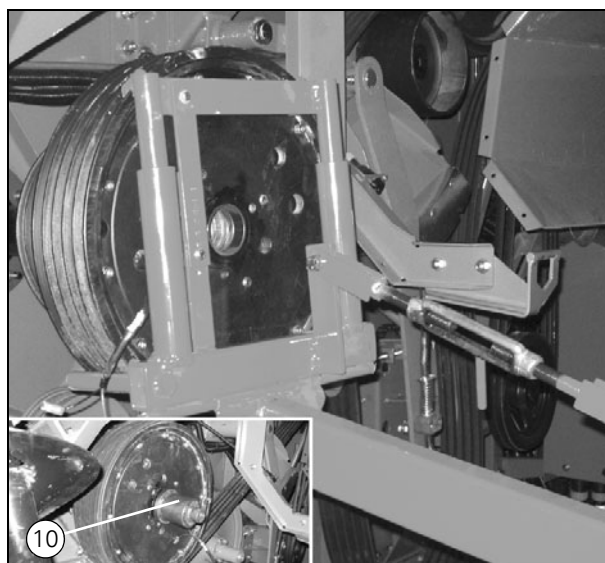

Рисунок 43
- Снимите электромагнитную муфту с вала и опустите ее на пол при помощи подходящего подъемного устройства, см. (Рис. 43).